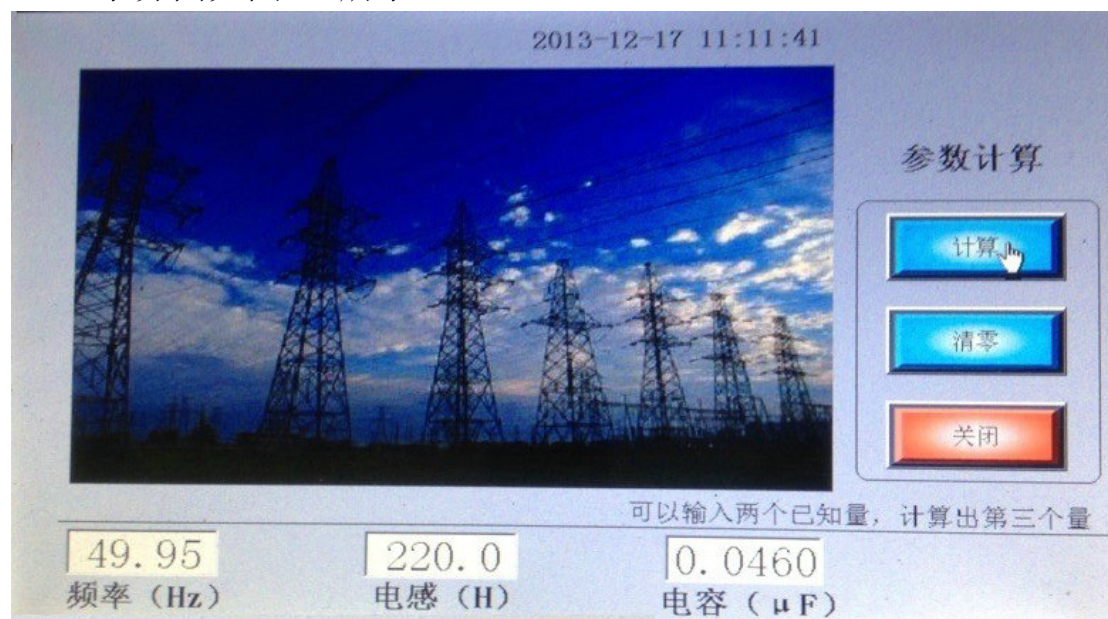

图 19
- **参数计算：**计算电感，电容，频率的参数，点击“参数计算”，显示界面如图 19 所示。